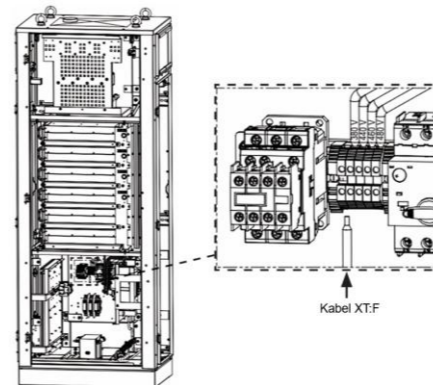

Abbildung 5.3: Einstellung der Netzspannung
2. Suchen Sie die Klemmenleiste XT im unteren Bereich der Station (Abbildung 5.3).